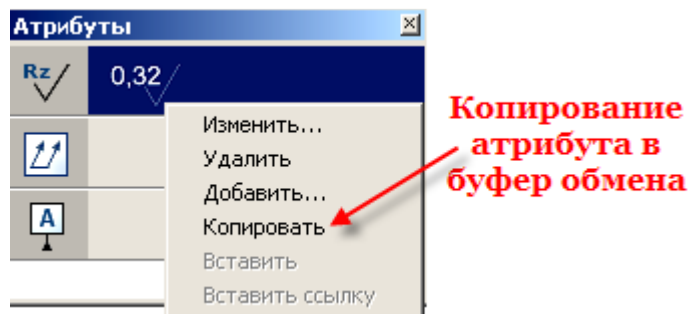

Рисунок 8.4
1. Выбрать элемент оформления в **Инспекторе атрибутов** или **Менеджере атрибутов** и вызвать команду **Копировать** в контекстном меню (см. Рисунок 8.4). Если работа осуществляется через **Инспектор атрибутов** то для назначения (копирования) элемента оформления на новую поверхность необходимо вызывать **Инспектор атрибутов** отдельно для каждой поверхности.